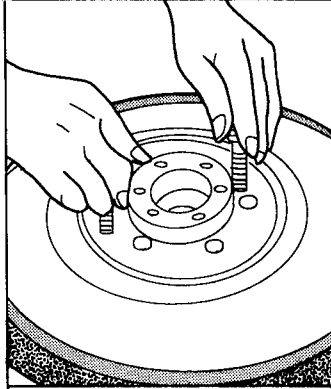

図1-7
(4) 移動フランジをはめ込む。
① 固定フランジに傷をつけないように、移動フランジをはめ込み、ボルトの取付け穴の位置が合っているかどうか確認する(図1-7)。